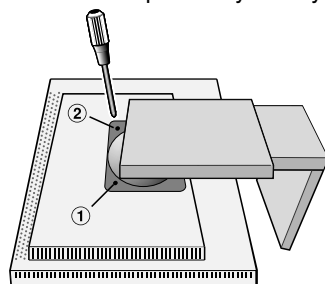

Rysunek S.1
3. Połóż monitor ekranem w dół na miękkiej powierzchni. (Połóż ekran na platformie o grubości 36 mm tak, aby podstawa była równoległa do powierzchni) (**Rysunek S.1**).